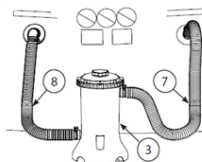

FIG. 3
6. Una volta che la piscina è riempita, inserire il filtro tra le due connessioni sul lato della piscina, a circa 15 cm dal suolo. Il tubo dell'acqua di ingresso (7) che entra nella scatola del filtro dall'alto dovrebbe essere orientato verso la filtrazione a destra, mentre il tubo di ritorno (8) in uscita dalla pompa (nella parte inferiore della scatola) dovrebbe essere rivolto a sinistra. Vedere **fig. 3**. La posizione della filtrazione sul prato si può bloccare con i perni in acciaio in dotazione.
7. Svitare la vite di deaerazione (6) sul coperchio del filtro (4) di circa un giro e mezzo. NOTA: LA DEAERAZIONE DEL SISTEMA È NECESSARIA PER FARE USCIRE L'ARIA DURANTE IL RIEMPIMENTO DEL FILTRO CON ACQUA.